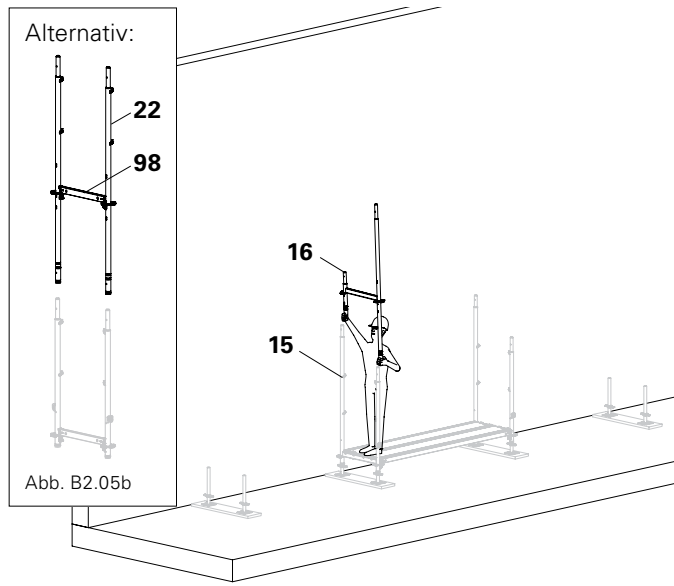

Abb. B2.05b
H-Variante bestehend aus 2 x Easy Stiel EVM 200 (22) und 1 x Horizontalriegel UH Plus 100 (98) montieren. (Abb. B2.05b)